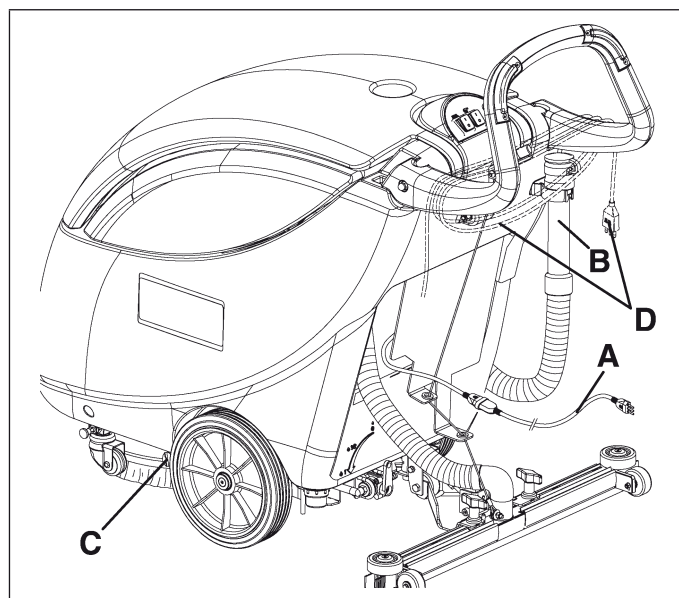
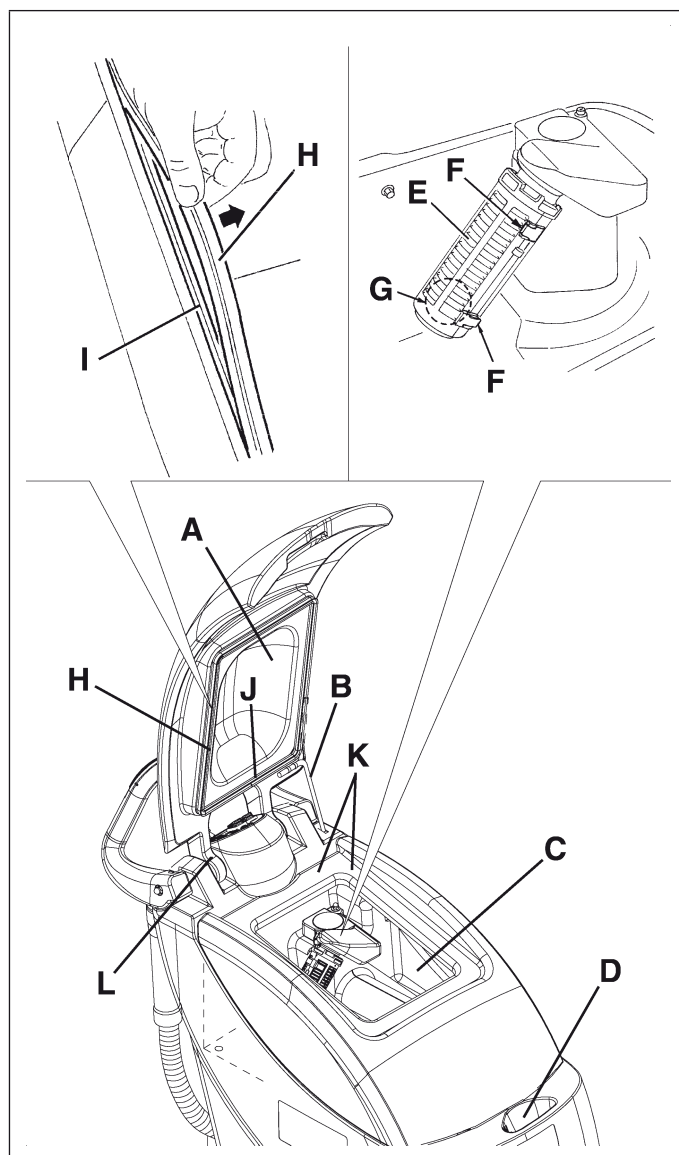

Figure 18
Figure 19
1. Vérifier que le câble d'alimentation (A, Fig. 18) est débranché du réseau électrique. Enrouler le câble d'alimentation autour du guidon en position (D).
3. Soulever le couvercle (A, Fig. 19), insérer le support (B) du couvercle, nettoyer et laver à l'eau propre le couvercle, les réservoirs (C et D) et la grille d'aspiration (E). Vider l'eau des réservoirs à l'aide du tuyau (B, Fig. 18) et de la soupape (C).
4. Si besoin est, dégager les dispositifs de retenue (F, Fig. 19) et ouvrir la grille (E), puis déposer le flotteur (G) et nettoyer soigneusement ; enfin reposer en place.
5. Contrôler l'intégrité du joint d'étanchéité (H, Fig. 19) du couvercle du réservoir de l'eau de récupération.
*Le joint d'étanchéité (H, Fig. 19) permet la création d'une dépression dans le réservoir, nécessaire à l'aspiration de l'eau de récupération.*
Si besoin est, déposer le joint d'étanchéité (H, Fig. 19) de son logement (I) et le remplacer.
6. Contrôler aussi l'intégrité et l'efficacité de la surface d'appui (K, Fig. 19) du joint d'étanchéité (H).
7. Contrôler que l'orifice d'aération (L, Fig. 19) n'est pas obstrué, en cas contraire le nettoyer.
*L'orifice (L, Fig. 19), en permettant la compensation de l'air dans l'interstice du couvercle, contribue à la création de dépression dans le réservoir.*
8. Fermer le couvercle (A, Fig. 19) après avoir inséré le support (B) du couvercle.